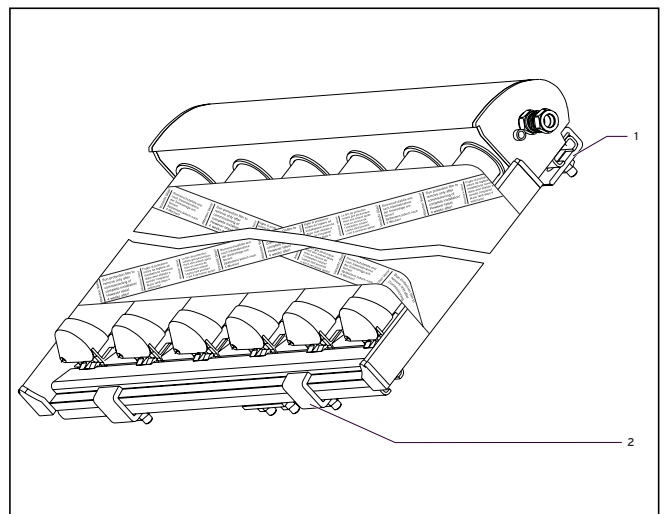

Abb. 8.1 Montage des Kollektors
- Lassen Sie den Kollektor in die untere Krallen gleiten (Abb. 8.1, Pos. 1).